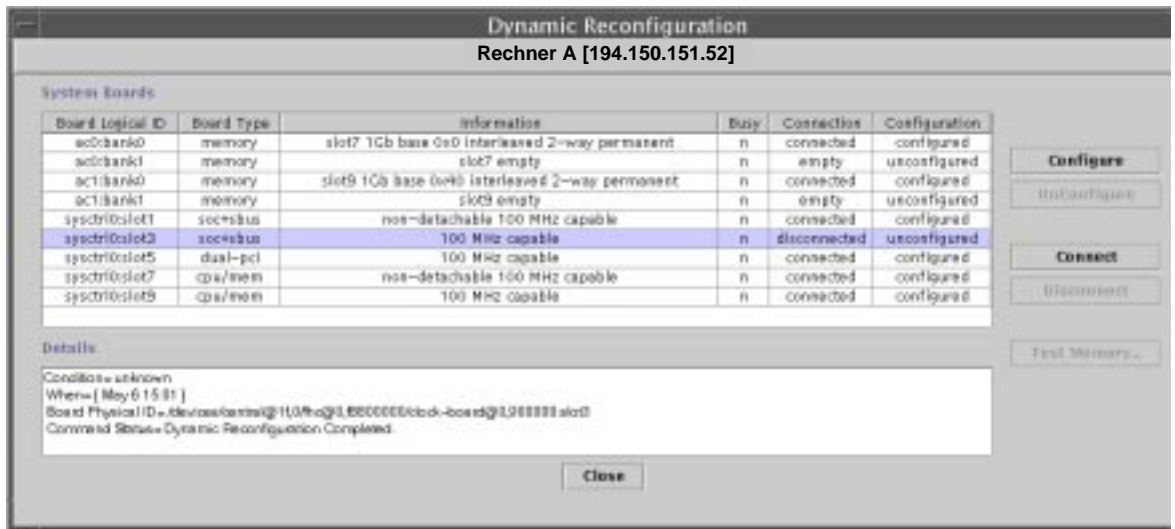

ABBILDUNG 3 Das Fenster “Dynamische Rekonfiguration”, in dem eine nicht angeschlossene Platine gewählt ist
- Wählen Sie die Platinenzeile in der Systemplatinen-Übersichtstabelle, und klicken Sie die Schaltfläche “Anschließen” (ABBILDUNG 3).